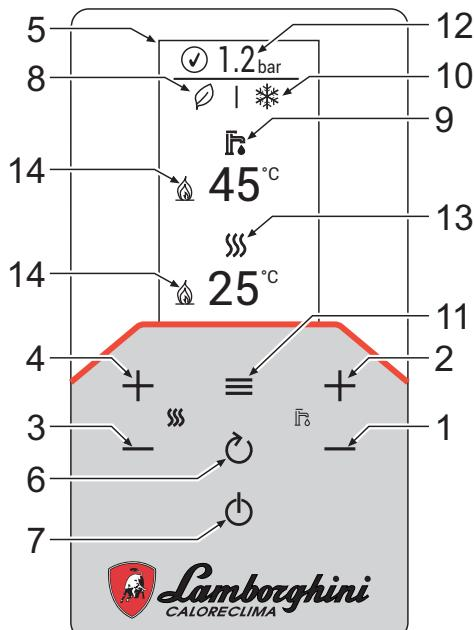

fig. 1- Panoul de control
Legenda panou fig. 1
Apăsați de mai multe ori tasta (1) până când apare simbolul pentru vară (soarele) și mesajul "OFF" pentru încălzire (det. 10 - fig. 1): centrala va prepara numai apă caldă menajeră. Rămâne activ sistemul antiîngheț.
Cu ajutorul butoanelor pentru încălzire (det. 3 și 4 - fig. 1) pentru a modifica temperatura de la un minim de 20°C la un maxim de 80°C. Valoarea maximă poate fi modificată din interiorul meniului **Parametri [TSP]**, acționând asupra parametrului P40.
Cu ajutorul butoanelor pentru apa menajeră (det. 1 și 2 - fig. 1) pentru a modifica temperatura de la un minim de 40°C la un maxim de 55°C. Valoarea maximă poate fi modificată din interiorul meniului **Parametri [TSP]**, acționând asupra parametrului P46.
Funcția **COMFORT** poate fi dezactivată de către utilizator (modul **ECO**) apăsând tasta  timp de 2 secunde. În modul **ECO**, pe afișaj se activează simbolul  (det. 12 - fig. 1). Pentru a dezactiva modul **COMFORT**, apăsați din nou tasta  timp de 2 secunde; simbolul  dispără.